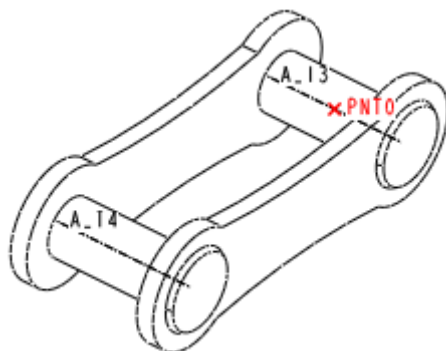

图 55-18
(2) 单击【确定】按钮，完成基准点 PNT0 的建立，如图 55-18 所示。